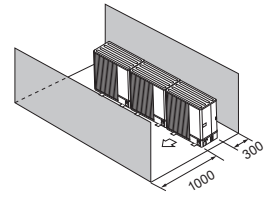

Fig. 2-15
- (4) Obstruktioner eller lukkede områder kun på front og bagpå (Fig. 2-15)